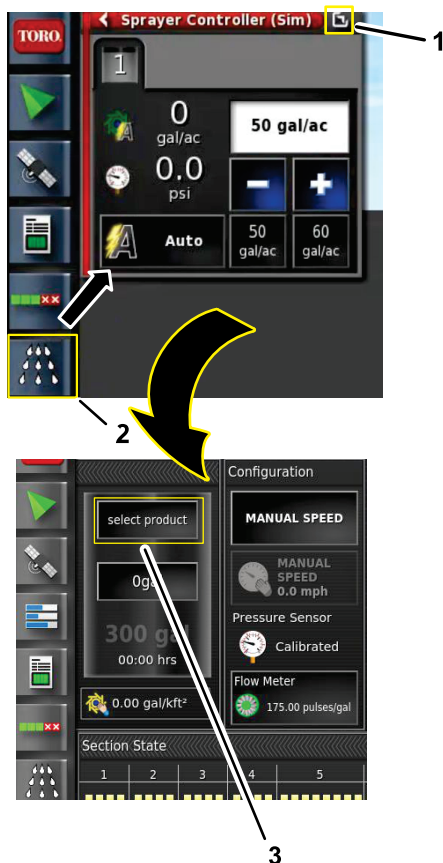

Figure 115
2. Appuyez sur l'icône CONTRÔLEUR DE PULVÉRISATEUR et appuyez sur l'icône Développer l'affichage dans le panneau du contrôleur (Figure 115).
3. Appuyez sur l'icône CONFIGURATION DE PRODUIT (Figure 115).